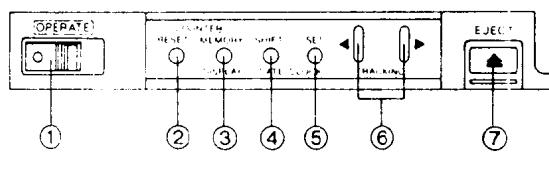

图 1-3
③倒带/倒带检索钮
④放像钮
⑤快进/快进检索钮
⑥音频复制钮
⑦停止钮
⑧暂停/静像钮
⑤镜头盖
⑥镜头护圈
⑦聚焦环
⑧变焦环
⑨一般操作控制钮(见图 1-3)